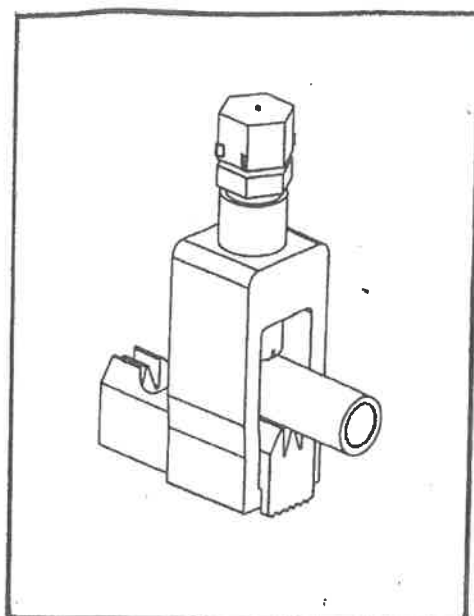

Figure 4
- . Après mise à longueur, engager les conducteurs dans les connecteurs (fig. 4).